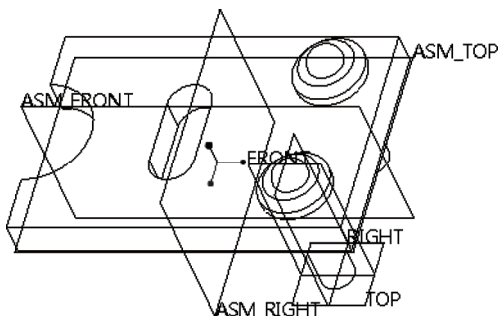

图 10-65 镜像元件的效果
7) 在“镜像零件”对话框中单击“确定”按钮，镜像元件的效果如图 10-65 所示。